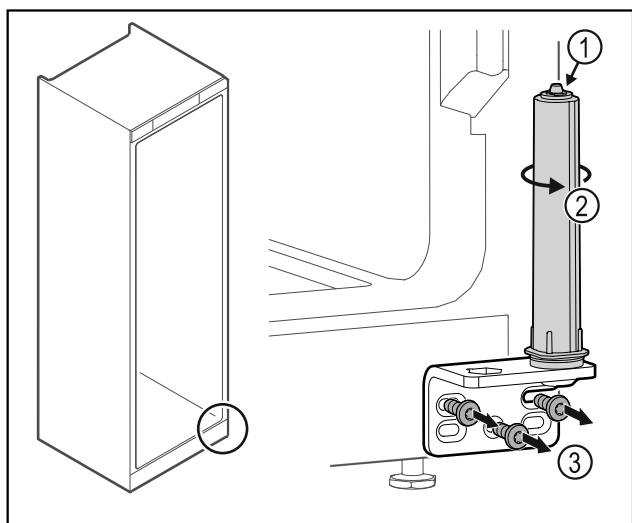

Fig. 29
- Systemu blokującego drzwi Fig. 29 (1) nie należy demonstrować.
- System blokujący Fig. 29 (2) obrócić do momentu, aż kliknie.
- Odkręcić zawias Fig. 29 (3).